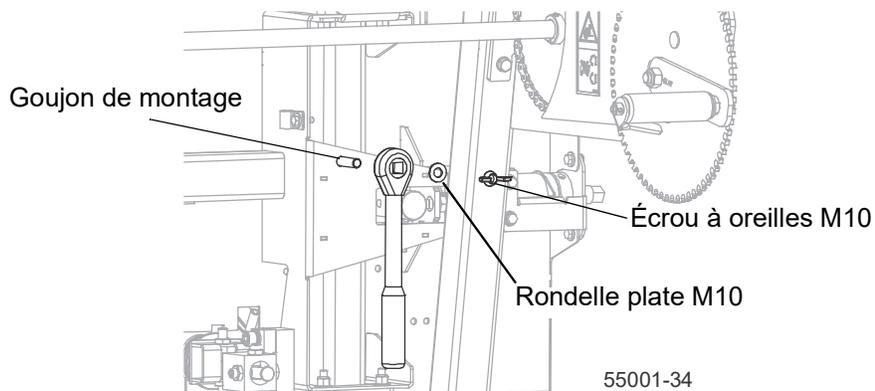

FIG. 3-39
- Installez l'outil tendeur (cliquet) à l'arrière de la tête de coupe. Voir Figure 3-39.